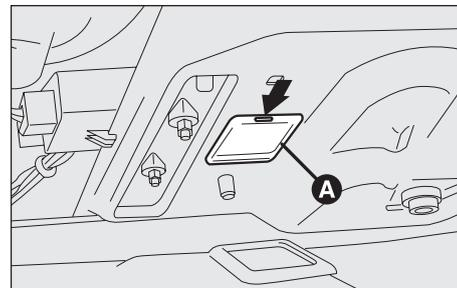

Abb. 64
- Mit einem Flachblatt-Schraubenzieher die transparente Abdeckung (**A, Abb. 64**) samt der Lampe herausziehen.